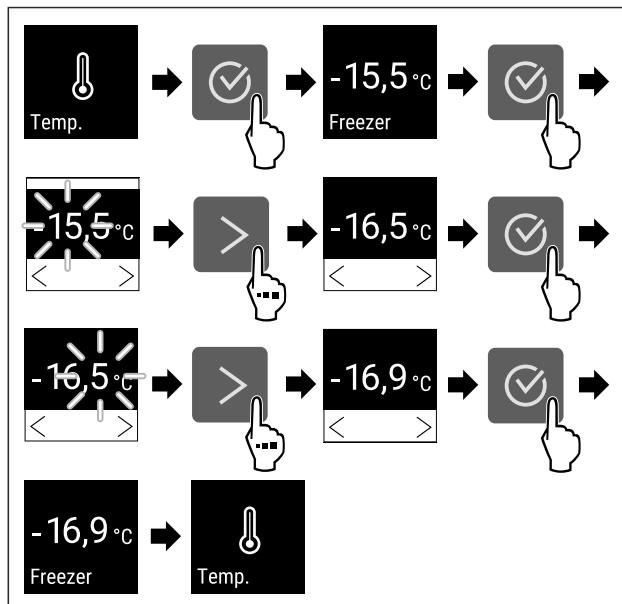

Fig. 65 Temperatuurwissel van -15,5 °C tot -16,9 °C
- ▶ Stappen (zie Fig. 65) uitvoeren.